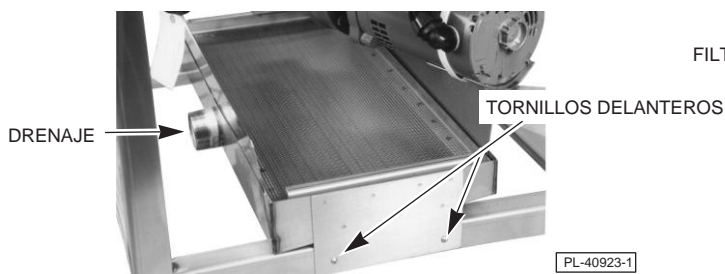

Fig. 5
Cuando el lavavajillas se envía de fábrica, la bandeja de drenaje se ensambla de modo que el drenaje (Fig. 5) salga desde el lado izquierdo de la máquina. Si la disposición de plomería requiere que el drenaje salga desde el lado derecho de la máquina, gire la bandeja de drenaje y el filtro de la manera siguiente:
1. Extraiga 2 tornillos y tuercas de la parte delantera (Fig. 5) y 2 tornillos y tuercas de la parte trasera de la bandeja de drenaje.